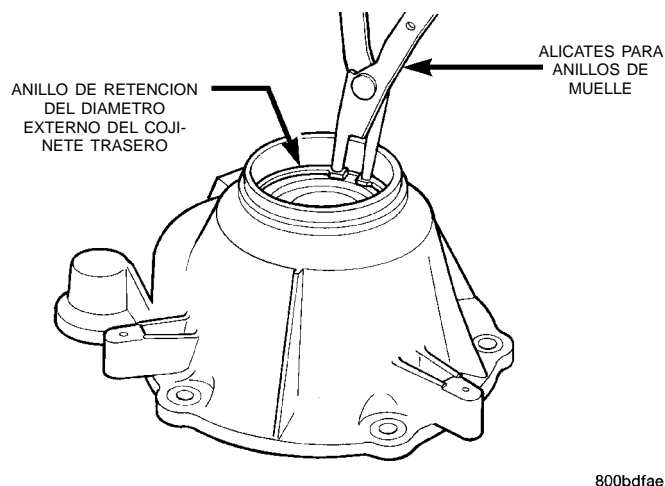

Fig. 88 Instalación del anillo de retención del cojinete trasero
(3) Instale el anillo de retención del diámetro externo del cojinete trasero con alicates para anillos de muelle (Fig. 88). Cerciñese de que el anillo quede perfectamente asentado en la acanaladura del retenedor.